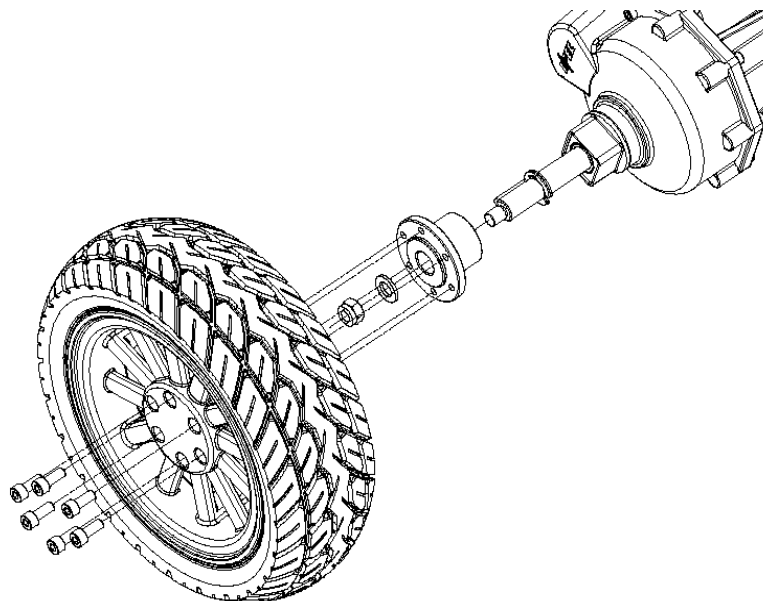

Abbildung 20: Entfernung des Rades
4. Ziehen Sie das Rad von der Achse (Abbildung 20)